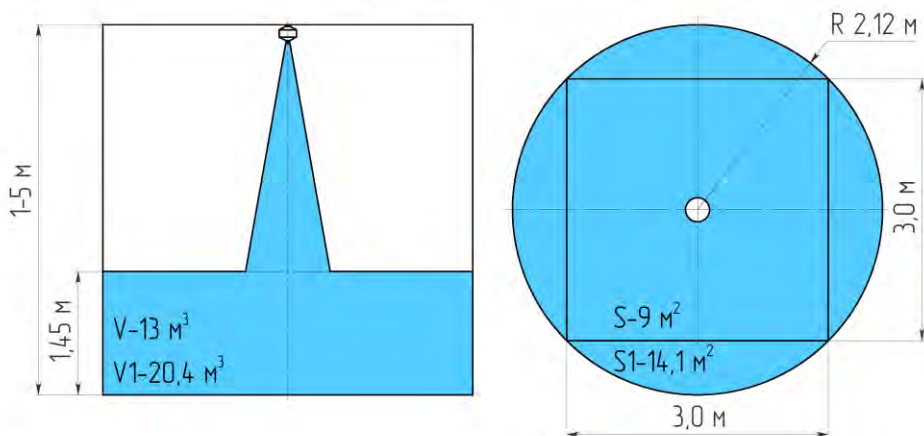

Рисунок 2 – Конфигурация зоны защиты модуля МПП для очагов класса «В»
2.3 Огнетушащая способность и конфигурации распыла порошка МПП «Гранат-3» в защищаемой зоне при тушении очагов пожара классов «В» приведена в табл. 3 и на рис.2.